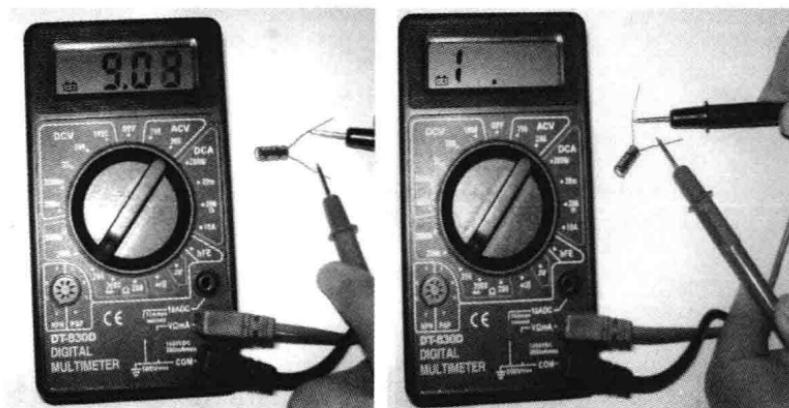

图 7-12 检测电容器
- (1) 将红表笔插入 $\text{V}\Omega\text{mA}$ 插孔，黑表笔插入 COM 插孔。
- (2) 将转换开关旋至 Ω 挡的适当位置。
- (3) 用红表笔和黑表笔分别接触被测电容器的两极，这时显示值将从 000 开始逐渐增加，直至显示溢出符号“1.”，如图 7-12 所示。